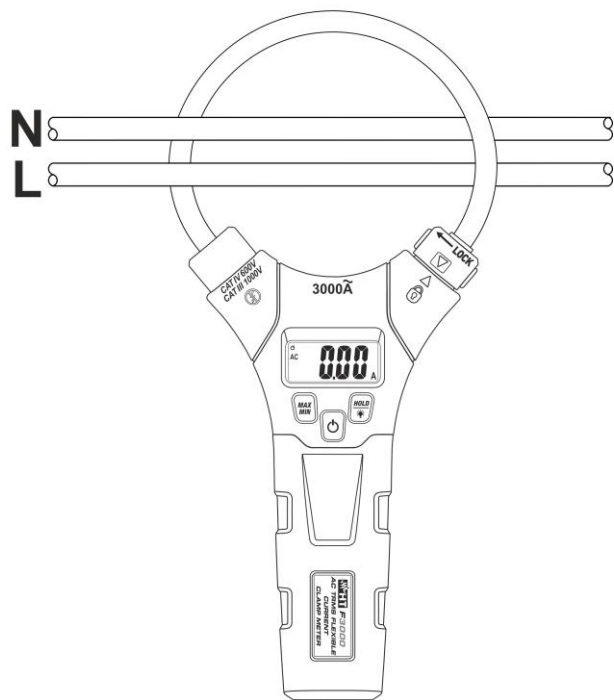

Abb. 3: Verwendung des Gerätes für Wechselstrommessung
2. Öffnen Sie die Zangenbacken und umschließen Sie damit den Phasenleiter (siehe Abb. 3). Der Stromwert erscheint auf dem Display.